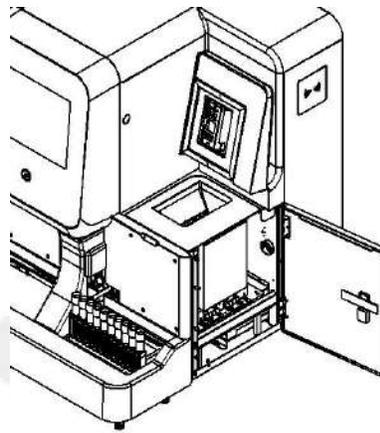

Figura 8-13
Utilice la llave para desbloquear la puerta derecha y abrirla (como se muestra en la Figura 8-13).
Paso 5: Retire el deflector del mecanismo de selección (Figura 8-13).